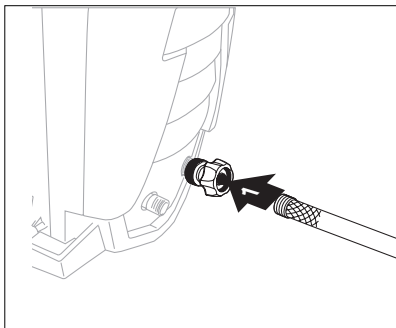

Fig. 14
- Rincez le tuyau d'arrosage avant de le raccorder à l'adaptateur pour tuyau d'arrosage. Fixez le tuyau d'arrosage à l'adaptateur pour tuyau d'arrosage (Fig. 14)